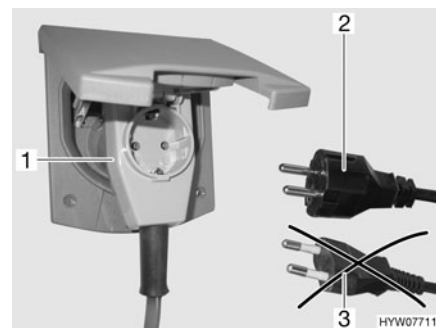

Fig. 134 Conexión a un conector con salida lateral del cable con caja de enchufe
- ▶ Al utilizar un acoplamiento acodado CEE 17, con caja de enchufe incorporada en el lado trasero (Fig. 134,1), emplear únicamente un conector IP 44 de goma impermeable, con contacto protector (Fig. 134,2). No utilizar conector sin contacto protector (Fig. 134,3). ¡Peligro de electrocución!